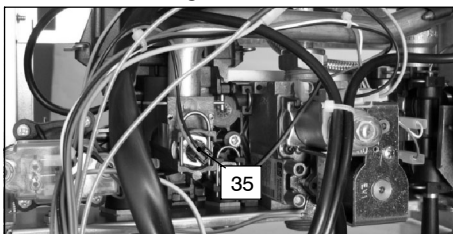

fig. 8.4
- 3 Scollegare il cablaggio della sonda NTC riscaldamento 35 in fig. 8.4
- 5 Ricollegare il cablaggio della sonda NTC riscaldamento 35 in fig. 8.4